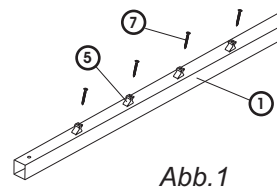

Abb. 1
2. Vorbereitung der Latten ①
- 26 obere Schnappverschlüsse ⑤ mit Schrauben 3,5x35 ⑦ fixieren.
- Weitere sechs Latten ① sind entsprechend den Hinweisen in Pkt. a) zu montieren. Es sollen 7 Latten, sowie in Abb. 1 dargestellt, montiert werden.